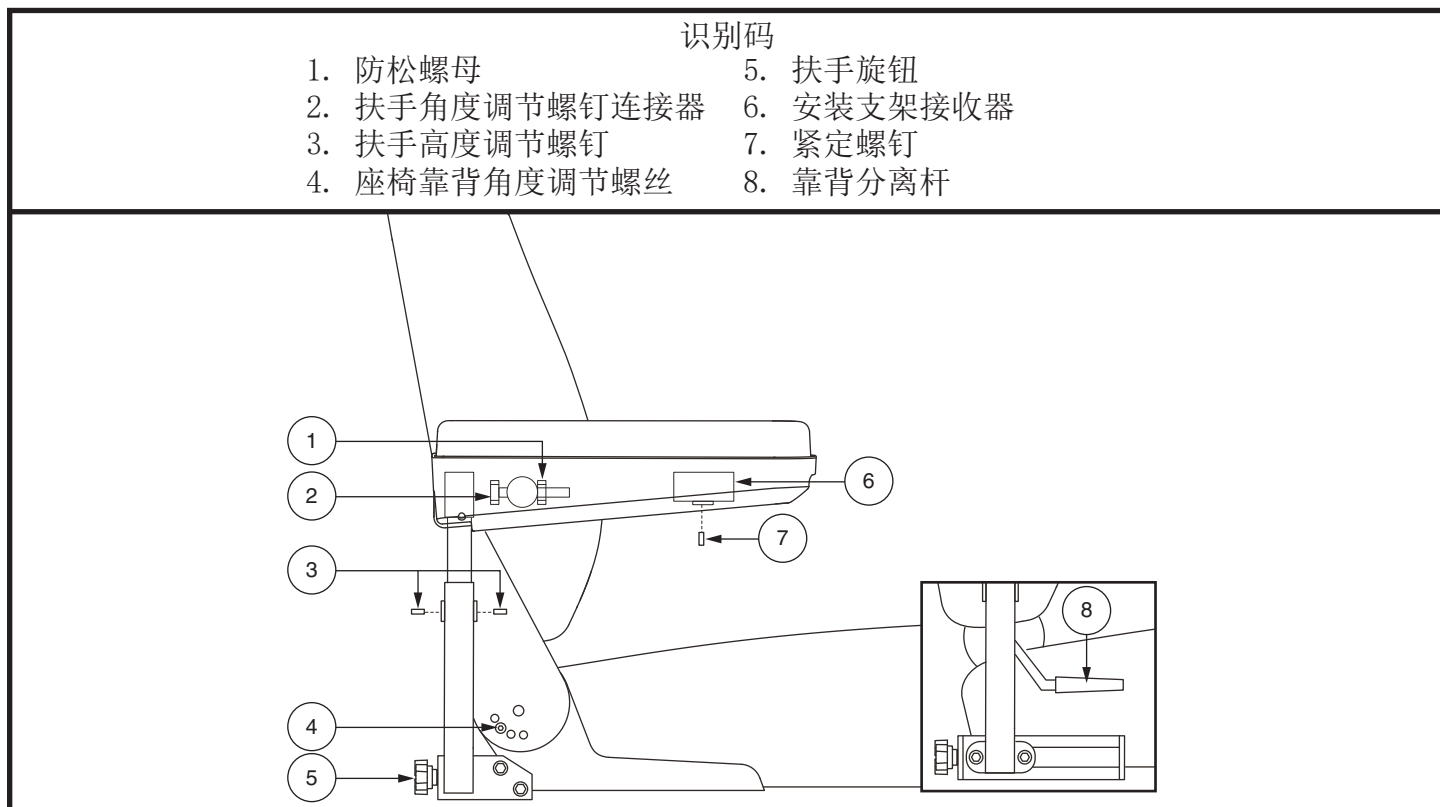

图12. 扶手和靠背调整
如果您的电动轮椅配备了可以手动放倒的椅背。您可以使用固定件或椅背控制杆调整椅背角度。见图 12。
1. 直线升高扶手，使其与地面垂直。见图12。
1. 松开扶手上的固定螺丝钉。见图12。
3. 松开控制器架上的固定螺丝钉。见图12。
5. 松开控制器架上的固定螺丝钉。见图12。